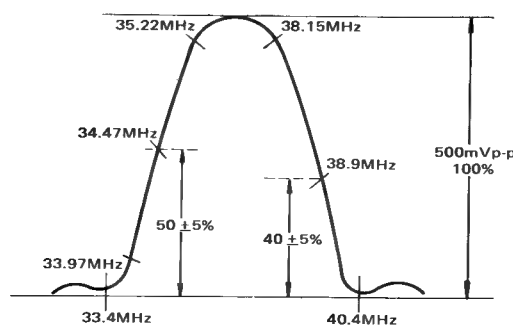

Fig. 24 Abb. 24
3. Adjust T102 and T103 for maximum around 36.7MHz. as in fig. 24.
3. T102 und T103 auf Maximum um 36.7 MHz einstellen. (s. Abb. 24)